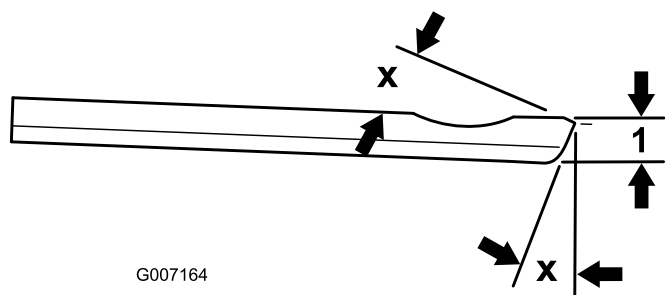

図 23
**注** ベッドナイフの推奨研磨角度は、上面、前面ともに 3～7度です (図 23)。